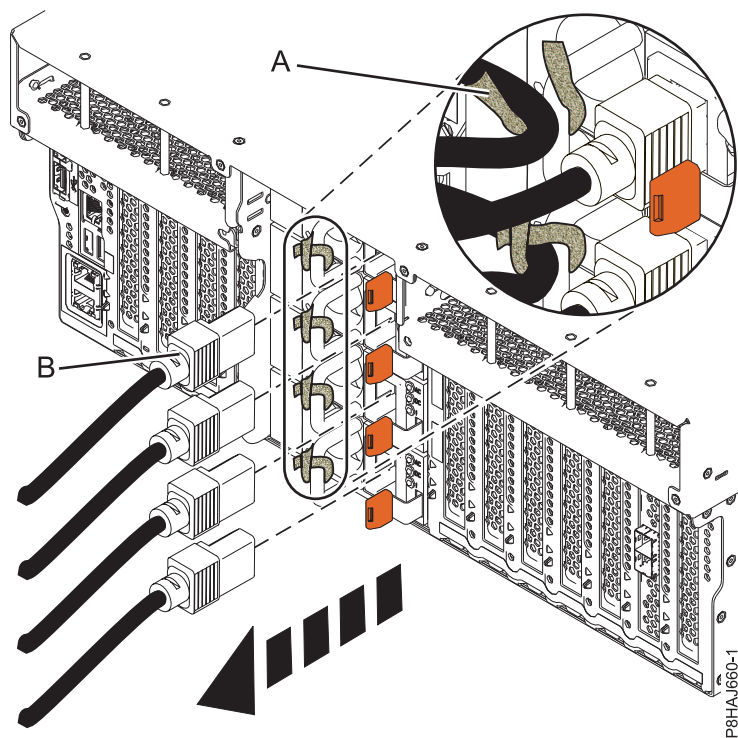
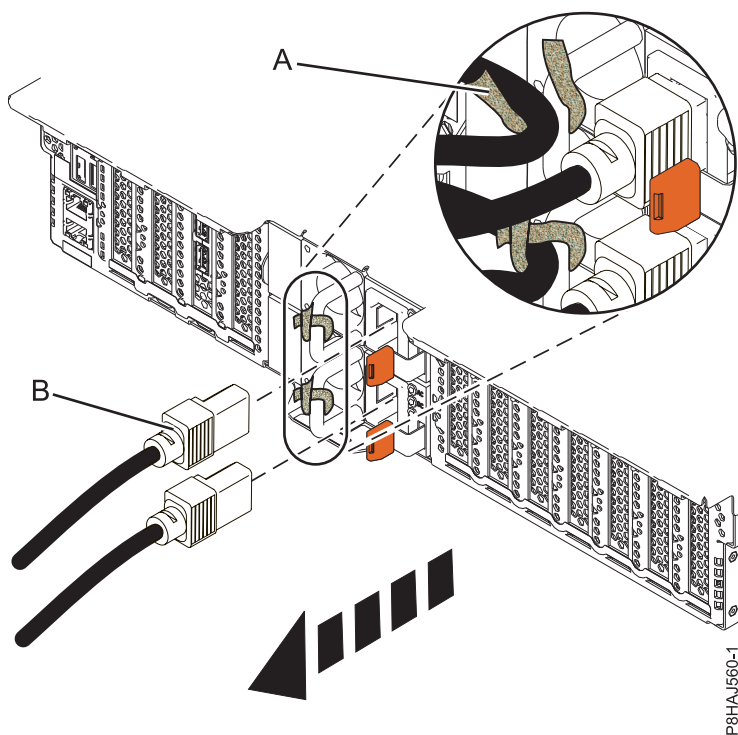
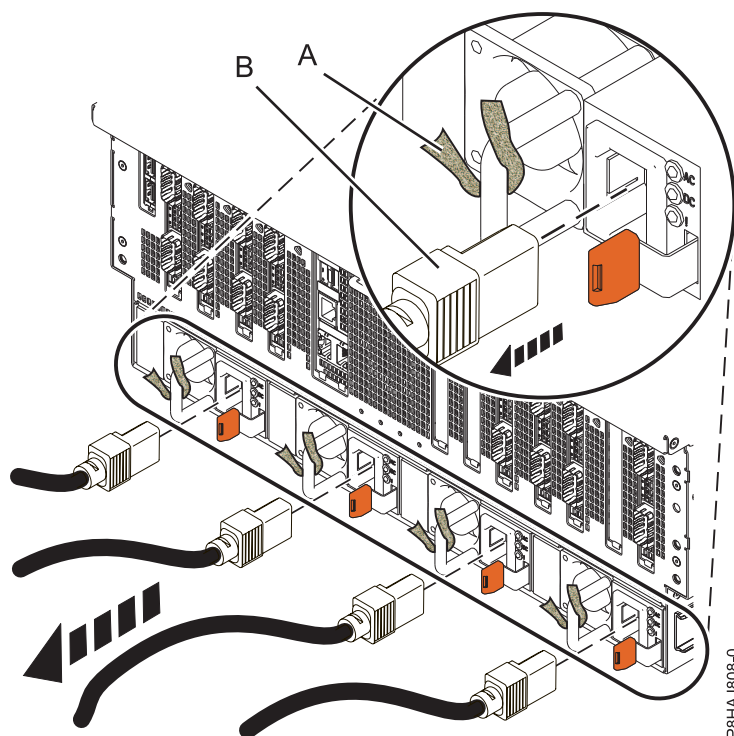

図 18. 8247-42L、8286-41A、または 8286-42A システムからの電源コードの取り外し
図 19. 5148-21L、5148-22L、8247-21L、8247-22L、8284-21A、または 8284-22A システムからの電源コードの取り外し
図 20. 8408-44E または 8408-E8E システムからの電源コードの取り外し
3. 電源コード **(B)** をシステム装置から切り離します。ご使用のシステムのタイプに応じて、48 ページの図 18、48 ページの図 19、または 49 ページの図 20を参照してください。